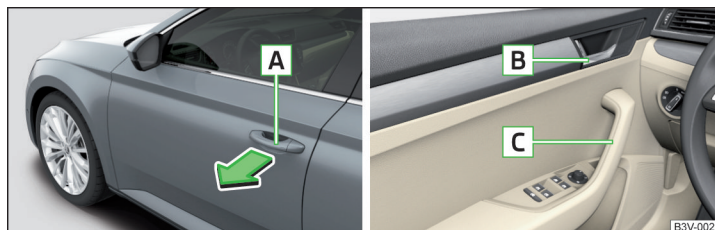

Abb. 37 Türgriff/Türöffnungshebel
- Zum **Öffnen von außen** das Fahrzeug entriegeln und am Türgriff **A** in Pfeilrichtung ziehen » Abb. 37.